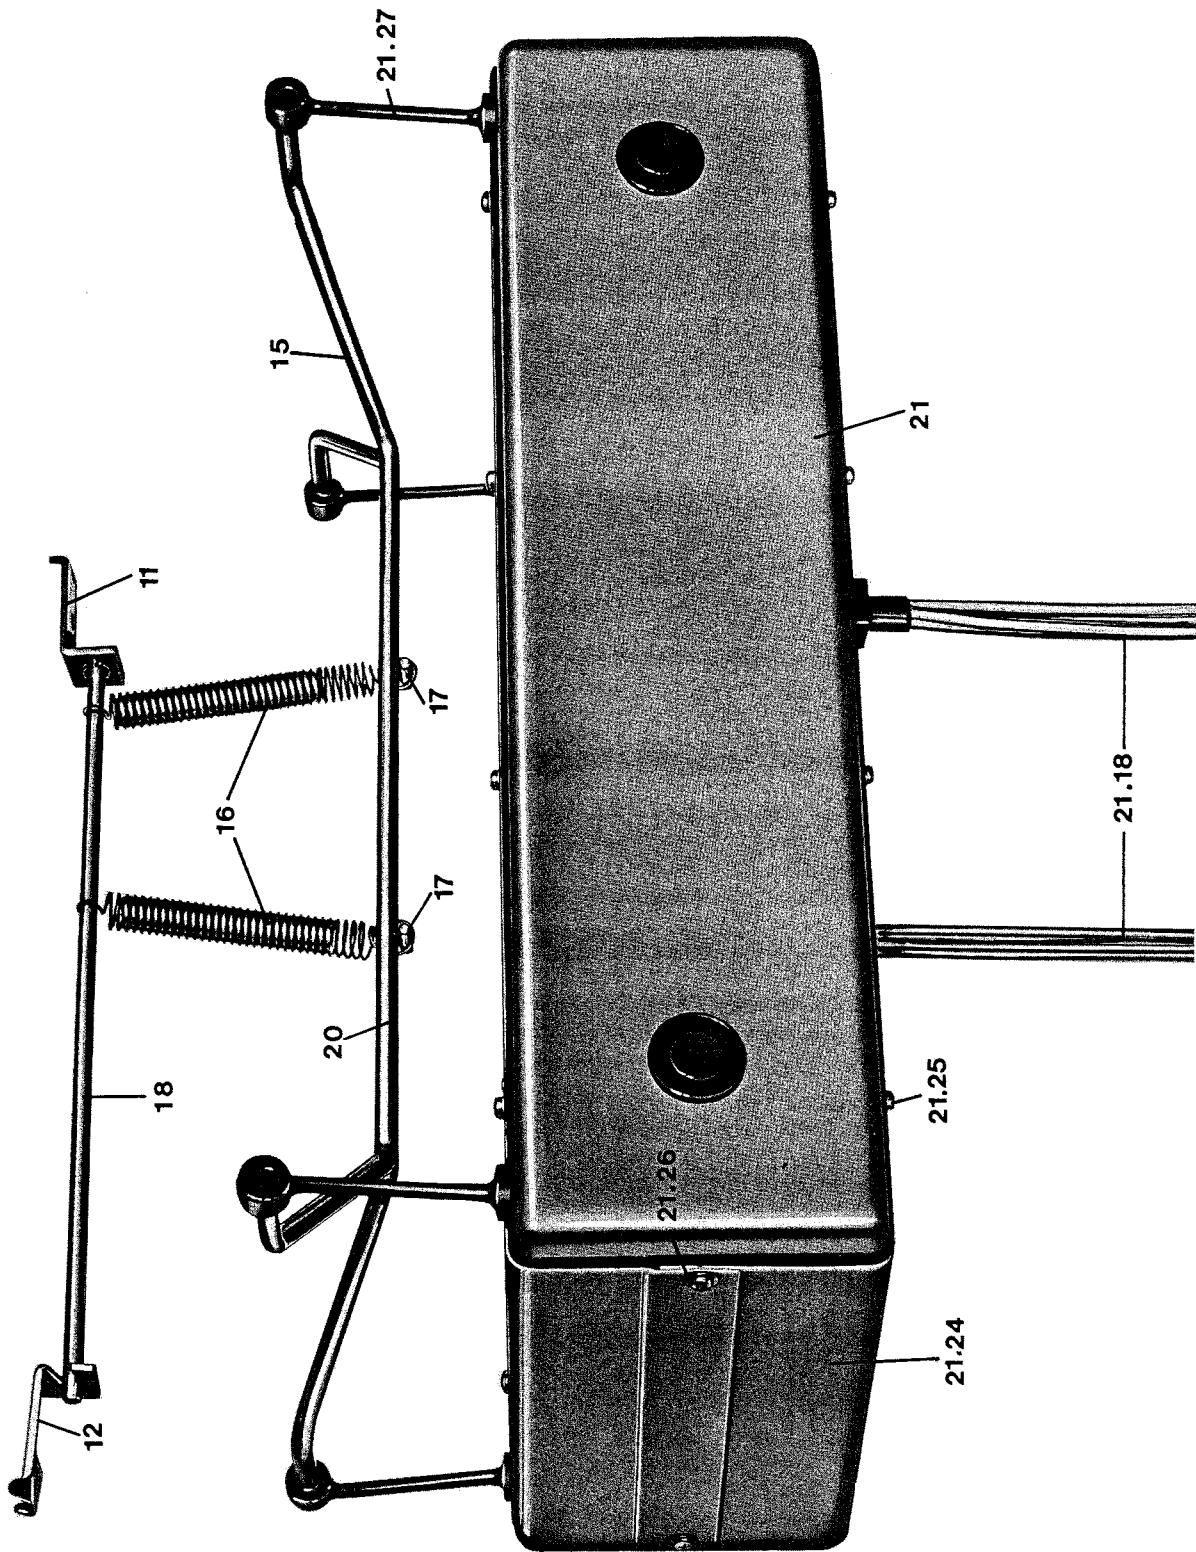

Abb.5
Der Elektronik - Einschub ist soweit wie möglich herauszu ziehen und die Stecker der Halleinheit vom Verstärkerprint abzuziehen. Die zwei Innensechskantschrauben an der linken Seite des Gerätes sowie die zwei Innensechskantschrauben an der Trennwand zur Halleinheit (siehe Abb. 2) lösen und die Frontplatte des BX 10 abnehmen. Jetzt kann man die Stange (18) nach rechts aus der vorderen Halterung schieben. Aus der hinteren Klammer entfernt man die Stange durch Zug nach vorne (siehe Abb. 5). Durch Lösen der Kreuzschlitz schrauben lassen sich die beiden Gehäusehälften (21.22) ab nehmen und man kann die Hallfedern auf folgende Fehler möglichkeiten absuchen:
The electronic module is to be removed as far as possible out of the housing and the connectors from the reverberation unit should be unplugged. Remove the two screws at the left side of the unit also the two screws at the board in the middle and pull out the front board of the BX 10. Press the bar (18) to the right side and remove it from the suspension. From the rear suspension remove the bar by pulling it to the front (see fig. 5). Remove the small screws and both parts of the housing (21.22) and check the reverb springs for the following possible faults: